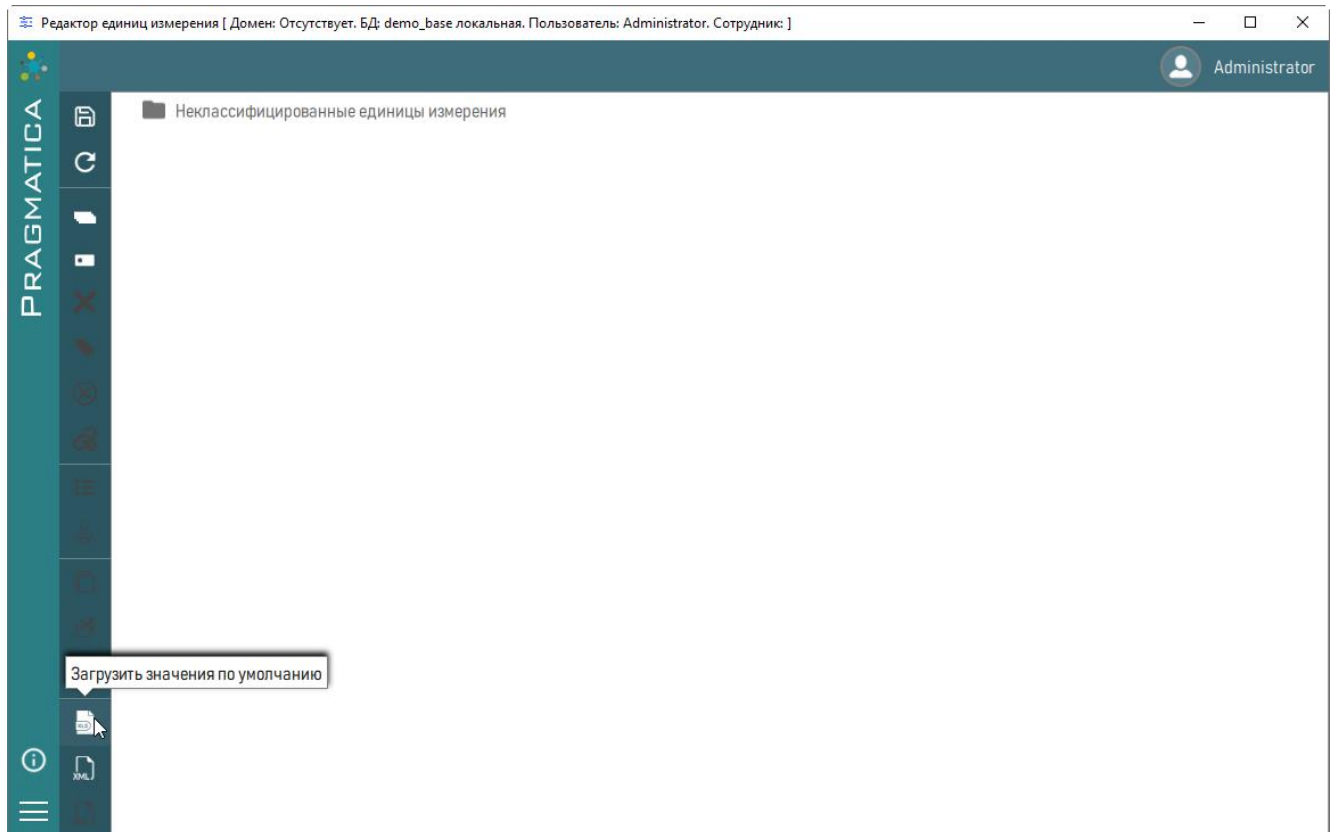

Рисунок 33 – Выбор «Загрузка значений по умолчанию»
1) В секции рабочей панели, расположенной слева нажать кнопку  «Загрузка значений по умолчанию» (рисунок 33).